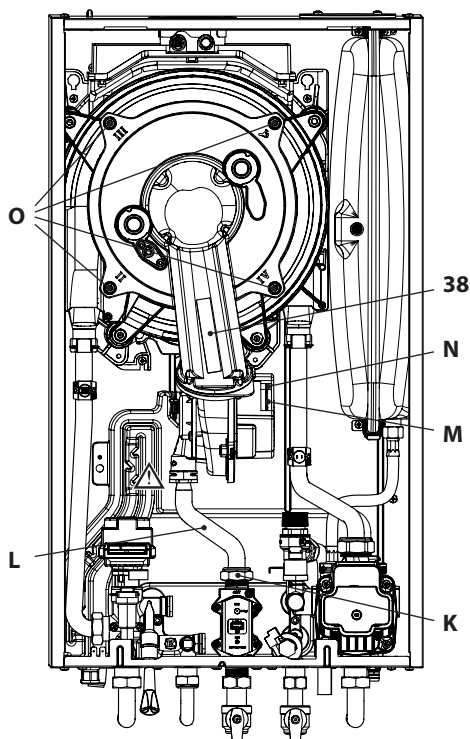

Figura 9.12
Rimozione del gruppo bruciatore ventilatore 38 in Figura 9.12.
- Scollegare il connettore **M** tirandolo verso il basso (Figura 9.12).
- Scollegare il connettore del ventilatore **N** tirandolo verso il basso (Figura 9.12).
- Svitare i dadi **O** e rimuovere il gruppo bruciatore ventilatore 38 (Figura 9.12)